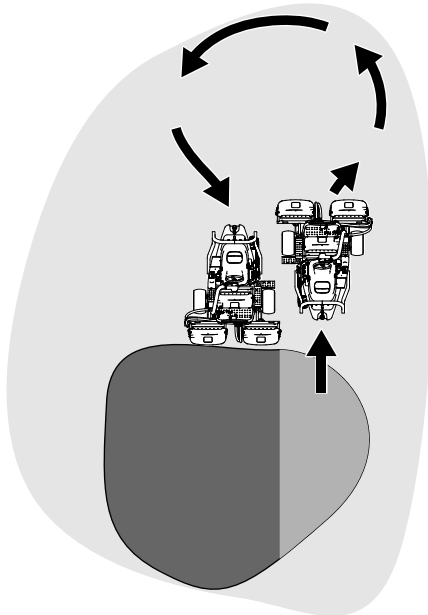

図 27
- Uターンするとき、一旦反対側にハンドルを切ってから旋回すると、楽に、しかも効率良く回ることができて次の列そろえが楽になります。反対側に軽く振ってから旋回すると雨だれ形の旋回 図 27 になって、スムーズに次の列に入ることができます。